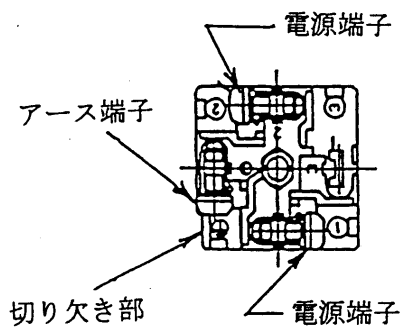

図9 端子の位置と名称
- (c) 端子台③よりワッシャー付ねじ⑨を外し、図9 (P19) のように配線した後、再びねじ⑨を締め込みます。
(3) 組立
- (a) ケース④に、結線した端子台③を戻しパチンと音がするまで押してください。この時の端子台③の組み込み方により、コネクタの向きは任意に変えることができます。
- (b) パッキン⑦、座金⑥、の順にケース④のケーブル導入口に入れ、更にケーブルグランド⑤をしっかり締め付けてください。
- (c) コイル本体の端子台にガスケット②を挟んでコネクタを取り付けてください。
- (d) ねじ①をコネクタの上から差し込み、締め付けてください。